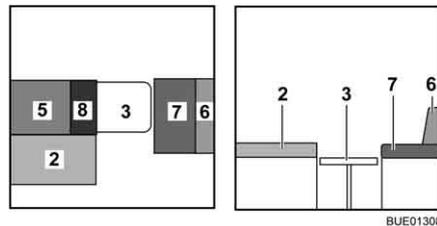

Bild 128 Während des Umbaus
- Das Zusatzpolster (Bild 128,8) auf den Tisch legen.